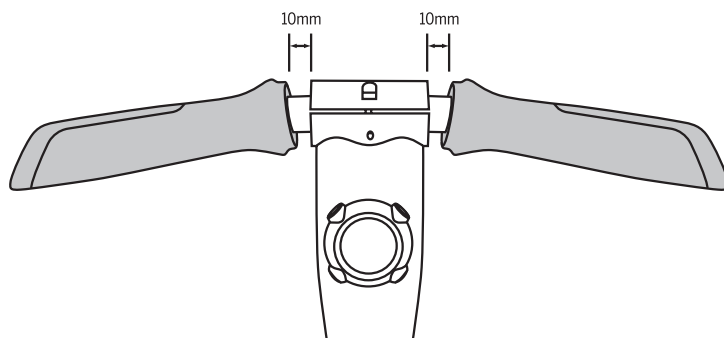

Figure 1. Éloignez les poignées de la bride de serrage en les faisant glisser
2. Éloignez les poignées du guidon de la bride de serrage en les faisant glisser sur une distance d'environ 10 mm. Référez-vous à la figure 1.